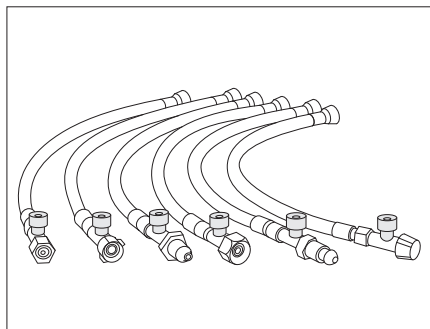

Bild 181 Hochdruckschläuche mit Schlauchbruchsicherung (länderspezifische Varianten)
- Grünen Knopf am Hochdruckschlauch (Bild 181) kräftig drücken.